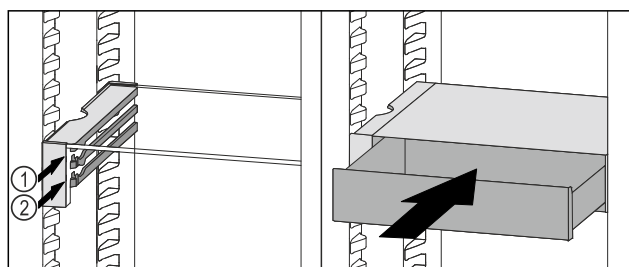

Fig. 204
- Nasadte zásuvku VarioSafe za zářezky na požadovaném žebro Fig. 204 (1) nebo Fig. 204 (2).